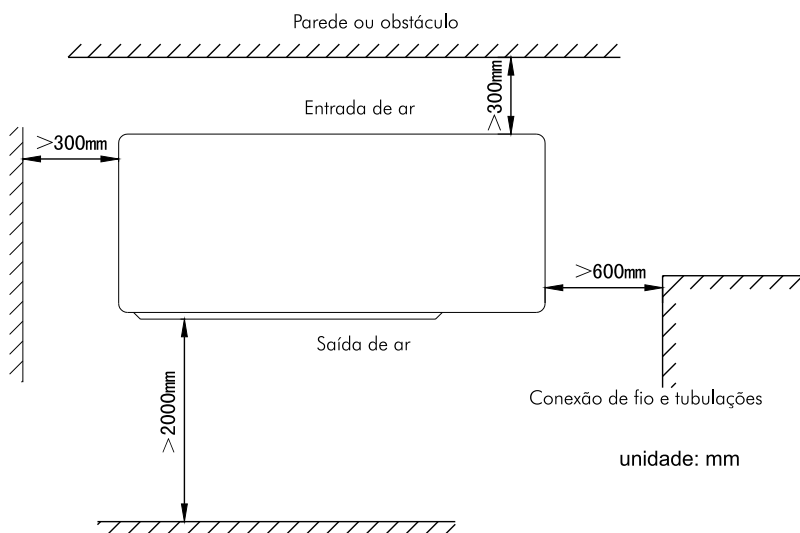

Fig. 4
- Veja abaixo os limites permitidos de instalação (Fig. 4).